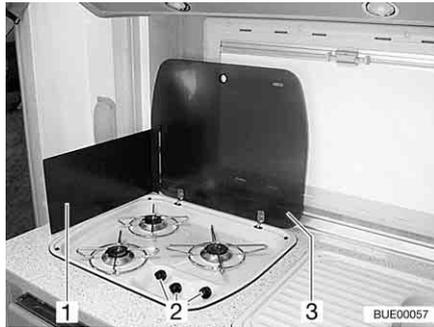

Bild 199 Gaskocher
- Gaskocher-Abdeckung (Bild 199,3) öffnen.
- Je nach Modell Flammenschutzblech (Bild 199,1) ausklappen oder aufstellen.
- Drehregler (Bild 199,2) der gewünschten Brennstelle auf Zündposition (große Flamme) drehen.